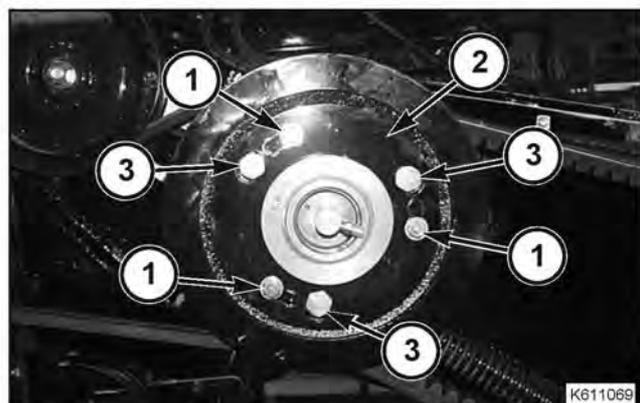

FIG. 58
FIG. 58: cuando se opera la cosechadora con un cabezal de maíz, la polea de velocidad variable NO DEBE ser trabada en la posición de velocidad lenta. Para conectar el dispositivo de la velocidad variable, aflojar los 3 tornillos (1) que sostienen el anillo de cierre a la transmisión de la polea externa. Rotar el anillo de cierre (2) hasta que los tres orificios de despeje se centren sobre las cabezas de los pines de la transmisión (3), luego ajustar los 3 tornillos (1). Asegurarse que las cabezas de los pines de transmisión pasen a través de los agujeros sin interferencia.